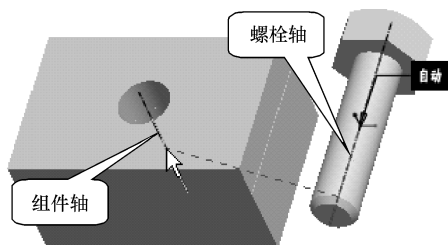

图9-48 选取装配参照
⑨ 装配第3个零件
(1) 单击【工程特征】工具栏中的【装配】按钮，弹出【打开】对话框，选择“luoshuan.prt”，单击【打开】按钮，将其装入装配界面，如图9-48所示。
(2) 在图形区选取螺栓的轴线作为元素参照，选取组件的轴线作为组件参照，如图9-48所示。